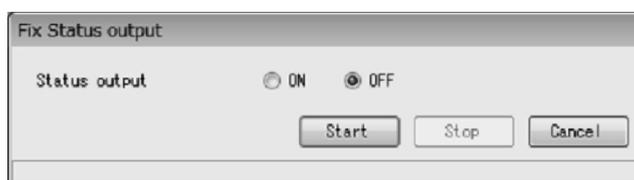

図132
- ② 次のウィンドウ(図132)が表示されます。模擬出力状態「ON」または「OFF」を選択し、「Start」ボタンをクリックしてください。
- ③ 「Start」ボタンをクリックすると、メッセージボックス(図133)が表示されます。「OK」ボタンをクリックすると、「Fix Status output」を開始します。「Cancel」ボタンをクリックすると、図132のウィンドウへ戻ります。
- ⑥ 「OK」 ボタンをクリックすると、図132のウィンドウに戻りますので、「Cancel」 ボタンをクリックし、「Fix Status output」を終了してください。